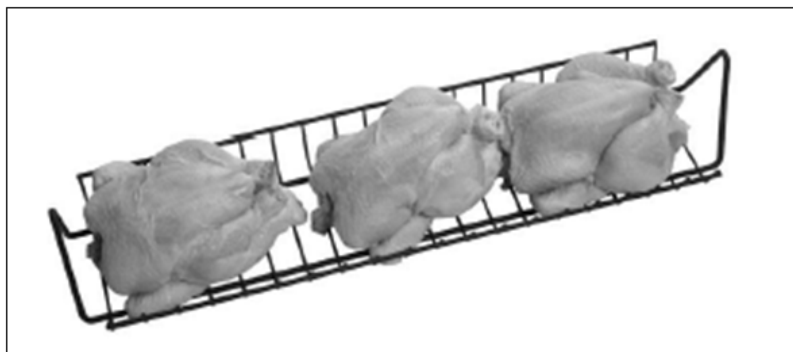

Рисунок 15 (изображено оборудование на TDR 7 / TDR 8)
- В моделях TDR 7 и TDR 8 корзины для мяса необходимо закрепить на соответствующих креплениях (см. Рисунок 9 и Рисунок 15).